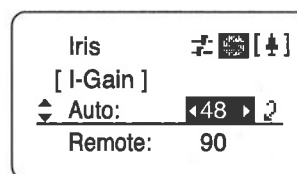

Fig1-4
4. 右キーまたは、左キーを押し設定したい任意の数値をディスプレイに表示させてください。(Fig1-4)